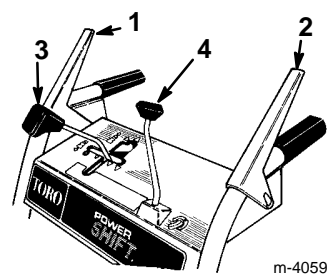

Figure 12
- **Commande de tarière/roue hélice** (Fig. 12)—Pour embrayer la tarière et la roue hélice, serrez la manette contre la poignée de droite du mancheron de droite. Pour les débrayer, lâchez la manette.
- **Commande de traction** (Fig. 12)—Pour embrayer la traction (entraînement des roues), serrez la manette contre la poignée du mancheron de gauche. Pour arrêter la traction, lâchez la manette.
- **Changement de vitesse** (Fig. 12)—La commande offre un point mort, quatre vitesses de marche avant et deux de marche arrière, plus la fonction de changement assisté de la position des roues (Power Shift). Pour sélectionner la vitesse, placez le levier dans la position souhaitée.
- **Commande d'orientation de l'éjecteur** (Fig. 12)—Tournez la commande d'orientation dans le sens des aiguilles d'une montre pour déplacer l'éjecteur vers la droite, ou en sens contraire pour le déplacer vers la gauche.
1. Mettez le changement de vitesse au point mort (N) et la commande des gaz en position "rapide" (FAST) (Fig. 12).
1. Ramenez la manette des gaz en position lente (slow) et retirez la clé de contact (Fig. 12).